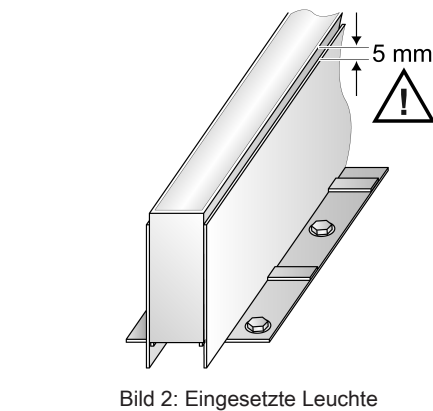

Bild 2: Eingesetzte Leuchte
- i** Die eingesetzte Leuchte ragt 5 mm über die Rahmenoberkante hinaus (Bild 2). Die Oberkante des Fertigfußbodens (OKFF) muss später ebenfalls 5 mm über dem Rahmen liegen.
- Anschlussleitung (2) sorgfältig in der Nut des Halblechs (8) verlegen.
- Bodeneinbauleuchte (4) gerade in den Einbaurahmen einsetzen.
- Leuchte nach unten drücken, bis sie auf dem Halblech (8) aufliegt.